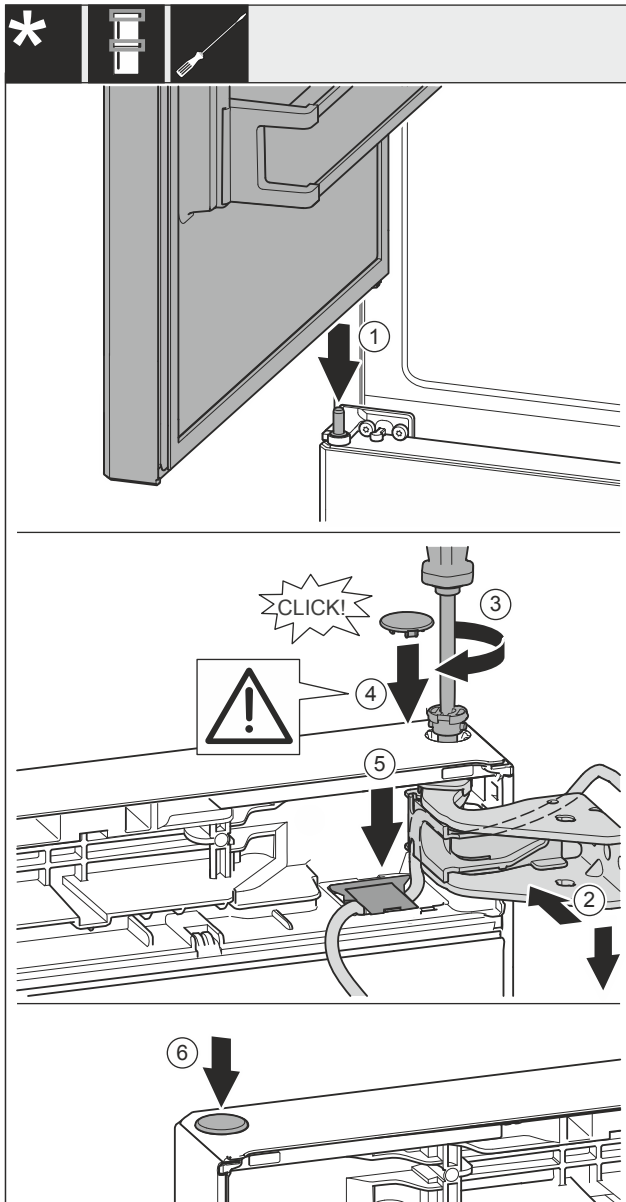

Fig. 46
- Placer la porte supérieure sur l'axe de palier central Fig. 46 (1).
- Aligner la porte en haut sur l'ouverture du support de palier Fig. 46 (2).
- Insérer l'axe Fig. 46 (3) et le serrer avec un tournevis.
- Installer le couvercle Fig. 46 (4).
- Vérifier que le couvercle Fig. 46 (4) repose bien sur la porte.
- Mettre le cache Fig. 46 (5) en place et le pousser vers le bas jusqu'à ce qu'il s'enclenche.
- Installer le couvercle Fig. 46 (6).